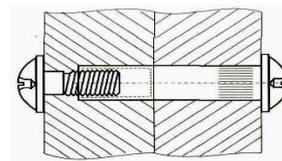

Рис.4
При установке двух шкафов рядом, соединить их межсекционными стяжками поз.19 (предварительно просверлив отверстия Ф 5мм) - рис.4
**При установке двух шкафов рядом, соединить их межсекционными стяжками поз.033 (предварительно просверлив отверстия Ф 5мм) - рис.4**